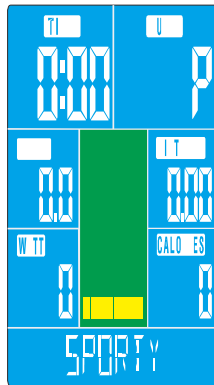
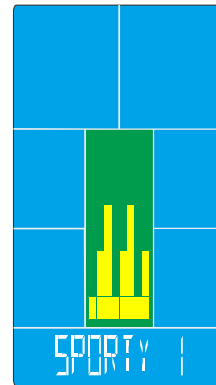

FIGUUR 11
FIGUUR 12
- Als u ADVANCED selecteert (Figuur 11), druk dan op MODE om het juiste niveau te selecteren, u kunt kiezen tussen ADVANCED 1~4 (Figuur 12). Druk op UP of DOWN om ADVANCED 1 te selecteren en druk daarna op MODE om dit te bevestigen. U kunt op de UP of DOWN knop drukken om uw gewenste niveau in te stellen, hierna kunt u de gewenste fiets-TIJD kiezen of direct op START drukken om te starten met uw training. Na START, drukt u op UP of DOWN om de juiste LOAD in te stellen. Wanneer de grafiek op stap 9 komt, schuift deze naar links, enzovoort.